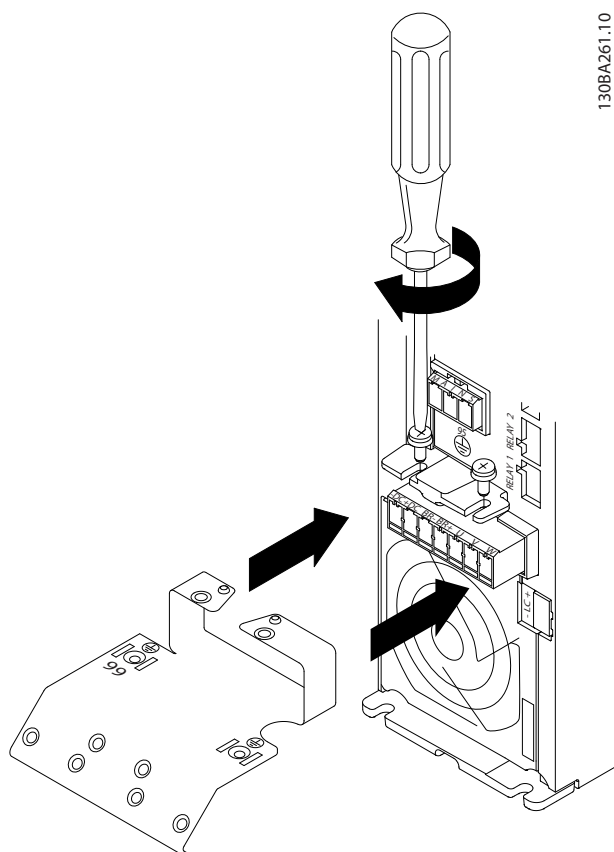

图 3.8 安装固定板
1. 将固定板滑动到位，拧紧 2 个螺钉，如 图 3.8 所示。